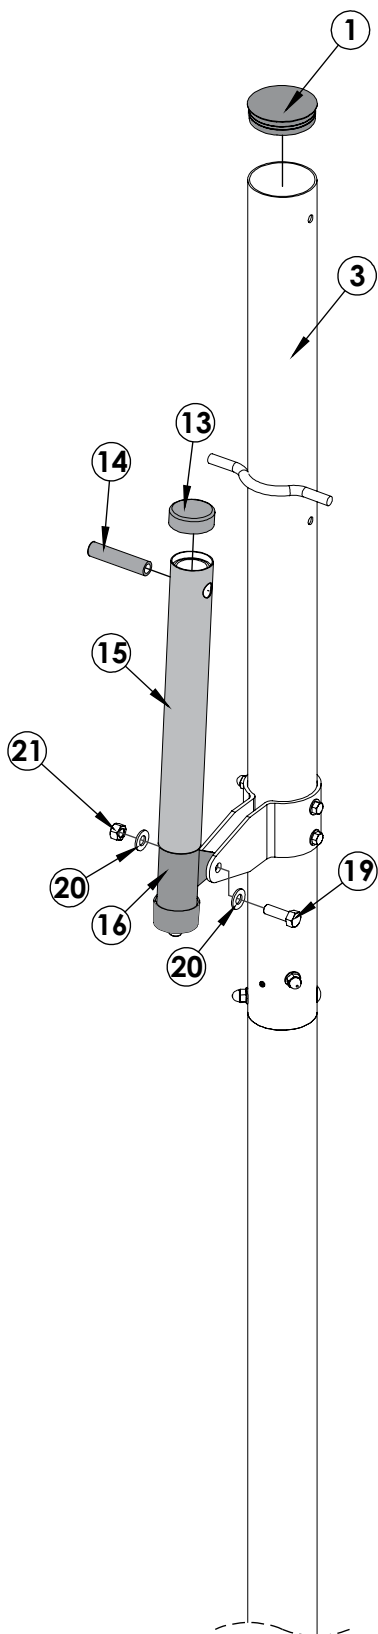

Figura 7
14. Deslice la funda de plástico (#15) sobre el actuador (#16) y coloque la tapadera (#13) encima. Deslice el tubo de pivote (#14) a través del orificio que se encuentra en la parte de arriba del **Actuador de Acero y La Funda de Plástico** hasta que la misma distancia sobresalga de los dos lados del actuador. Vea la **Figura 7**.
15. Deslice la lengüeta del actuador (#16) entre las abrazaderas (#30) y asegúrelos utilizando un tornillo (#19), dos rondanas (#20) y una tuerca de seguridad (#21). Vea la **Figura 7**. Apriete el tornillo hasta que este bien ajustado pero no sobre apriete por que este es un punto de pivote.